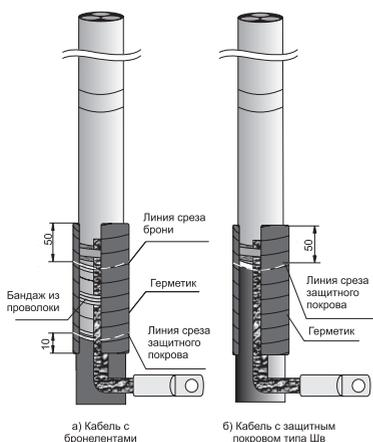

Рисунок 6.
4.13 Обезжирить ступень брони и оболочки с проводом заземления и обмотать лентой герметика. Намотку начинать, отступив 50 мм от среза брони (защитного покрова в случае кабеля с защитными покровами типа Шв) в сторону конца кабеля. Намотку выполнить с заходом на 10 мм на защитный покров кабеля. Наматывать герметик с 20%-ным перекрытием и небольшим вытягиванием. Разделительную бумагу герметика следует удалять по мере намотки. (рисунок 6).